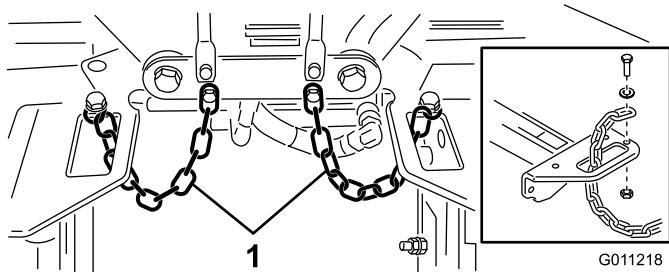

図 19
- 各キャリア・フレームのスロットにチッパー・チェーンを下から上に通し、これらのチェーンをキャリア・フレームの上に固定する（キャップスクリュ、ワッシャ、ロックナットを使用）（図19）。